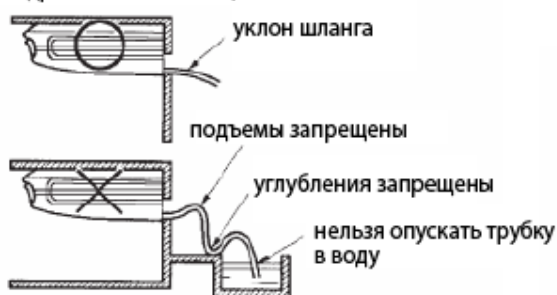

Рис. 12
- Линия отвода конденсата должна быть по возможности короткой и иметь уклон не менее 1/100 во избежание образования воздушных затворов. (См. рис. 12)